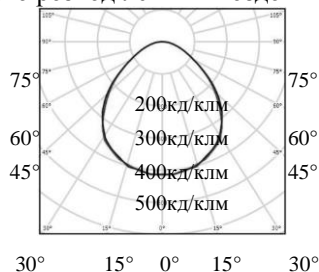

Рис. 1 Діаграма світлового розподілення
3.7 Діаграма світлового розподілення в поздовжній площині – згідно рис. 1